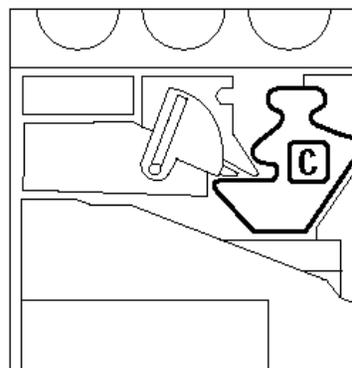

Figura 20: Localización del contenedor de residuos del revelador usado
- 3 Localice el contenedor de residuos del revelador (zona C en la Figura 20).